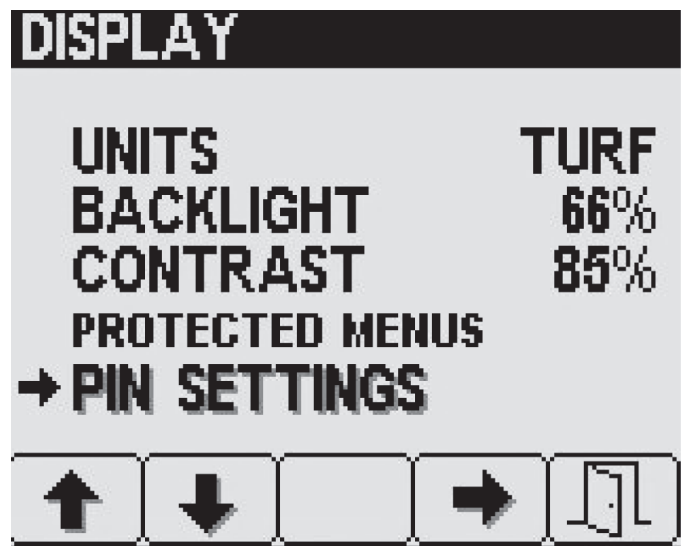

图 23
- 按 DISPLAY 显示屏上的 1 号或 2 号按钮可导航至 PIN SETTINGS PIN 设置选项图 23。
- 按 4 号按钮可选择 PIN SETTINGS PIN 设置子菜单图 23。